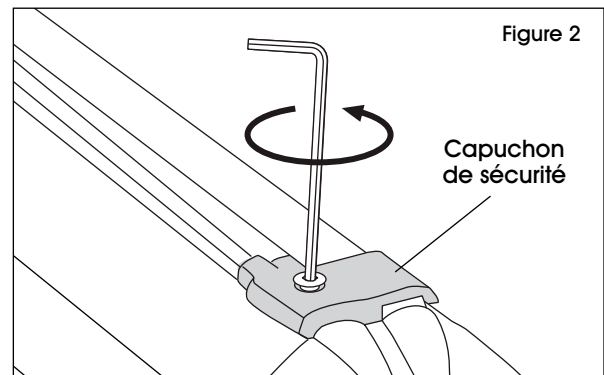

Figure 2
2. Retirez les capuchons de sécurité à chaque extrémité de l'appareil. (Voir Figures 2 et 3)